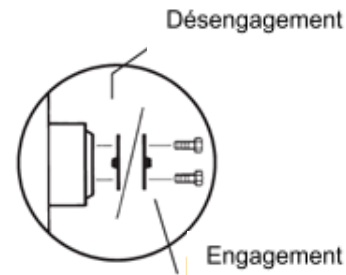

Figure 10-2 Déverrouillage des freins
- 2) Retournez les quatre couvercles de séparation de moyeux de roue motrice pour desserrer les freins de roue, comme le montre la figure 10-2.